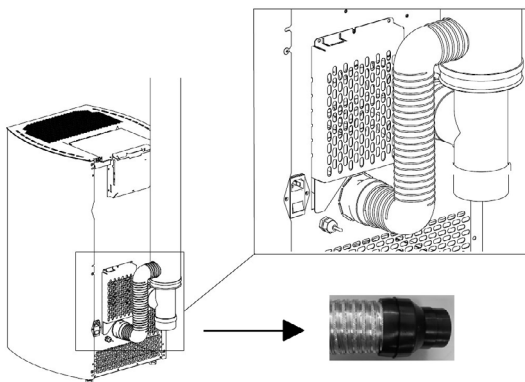
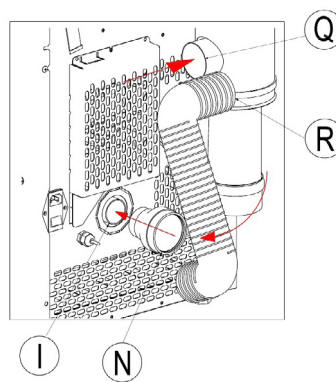
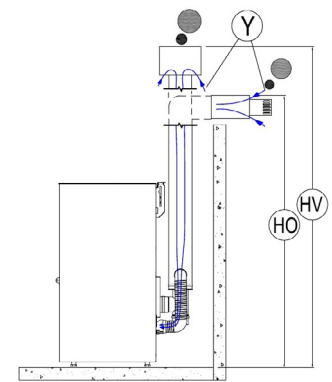

Fig. 11 - Flexibler Schlauch
Fig. 12 - Anschlüsse
Fig. 13 - Anschlüsse Rauchabzugsrohr
- Anschlussstück N auf das Lufteinlassrohr I setzen (siehe **Fig. 11 auf S. 12** und **Fig. 12 auf S. 12**). N mit Q unter Verwendung eines flexiblen Schlauchs mit einer Temperaturbeständigkeit von 100°C (empfohlen ein flexibler Aluminiumschlauch) verbinden.
- Max. zulässige Höhe bei Rauchabzugsrohr mit vertikalem Abzug (Dach) HV = 6m (siehe **Fig. 13 auf S. 12**).
- Max. zulässige Höhe bei Rauchabzugsrohr mit horizontalem Abzug (Wand) HO = 2,6 m (siehe **Fig. 13 auf S. 12**).
LEGENDE Fig. 12 auf S. 12 - Fig. 13 auf S. 12